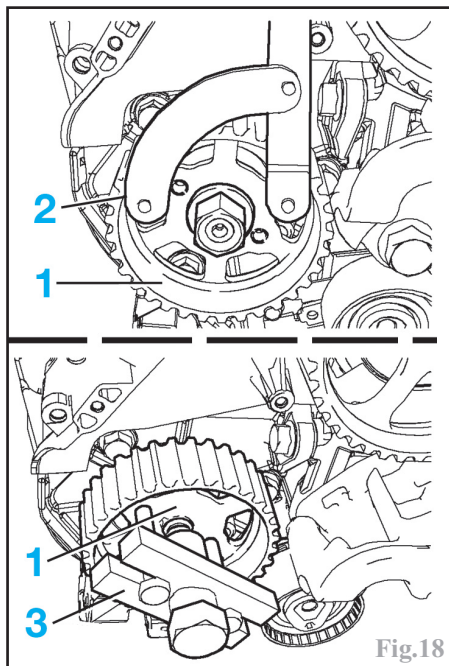

Fig.18
Immobiliser en rotation à l'aide d'un outil approprié (réf Ford 205-072) (2), la roue dentée (1) de la pompe (Fig.18).
Déposer son écrou de fixation et extraire la roue dentée de la pompe à l'aide d'un extracteur approprié (3) (réf Ford : 205-072) (Fig.18).